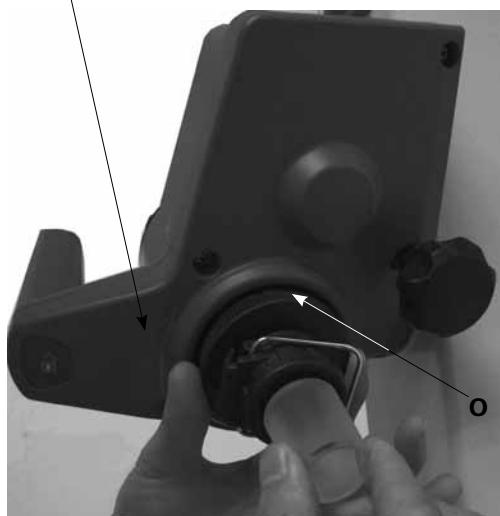

Fig. 14a
- 드라이브 헤드의 잠금 장치 (**O**)를 시계 반대 방향으로 60°를 돌려서 열어 줍니다. (Fig. 14a)